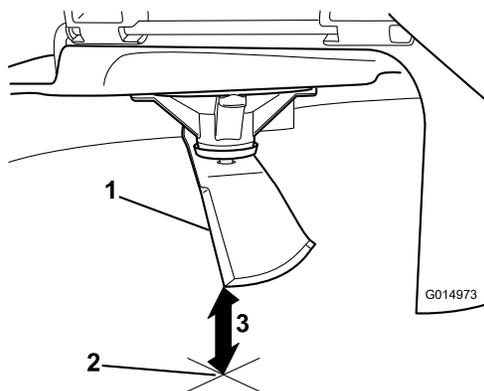

**Figure 61**
4. Tournez la même lame de 180 degrés pour amener l'autre tranchant à la même position (Figure 61).